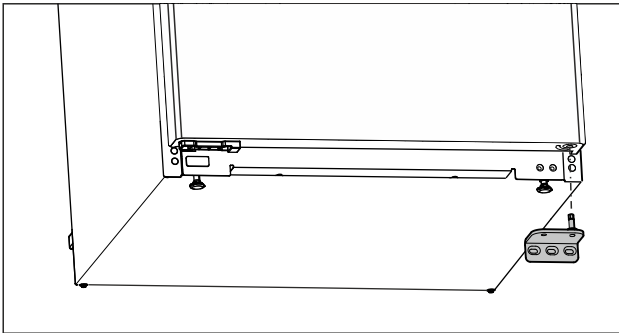

Fig. 7
- ▶ Nuimkite atraminę gembę žemyn. (žr. Fig. 7)